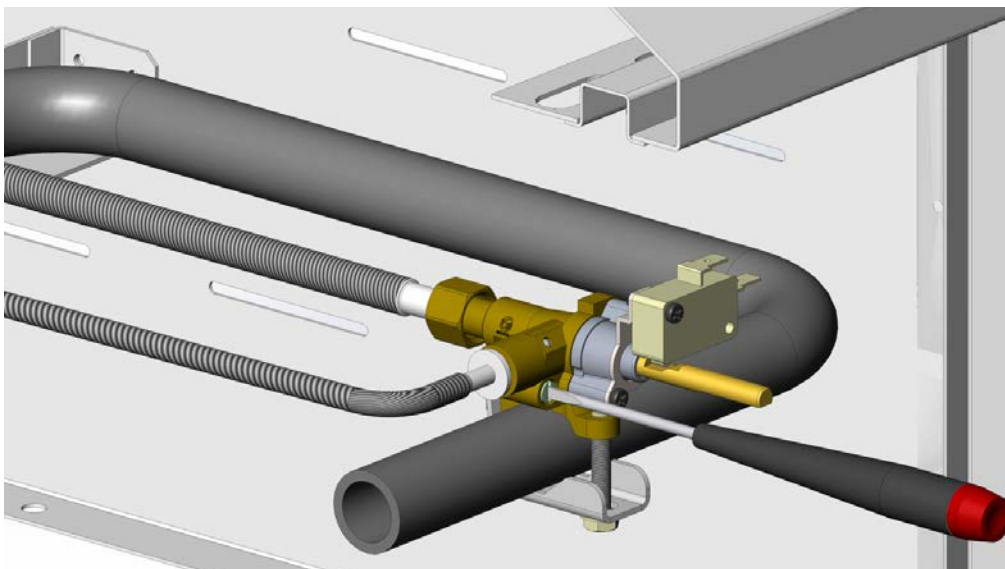

Figure 2
4. Introduire un petit tournevis plat dans la petite vis qui se trouve à gauche de la tige du robinet pour commencer le réglage (voir Fig. 2). La vis n'offre que 2 ou 3 tours complets de réglage. Il se peut qu'après cela la vis continue de tourner mais sort en fait du robinet, ce qui pourrait entraîner une fuite de gaz. NE PAS tourner la vis de plus de 3 tours!